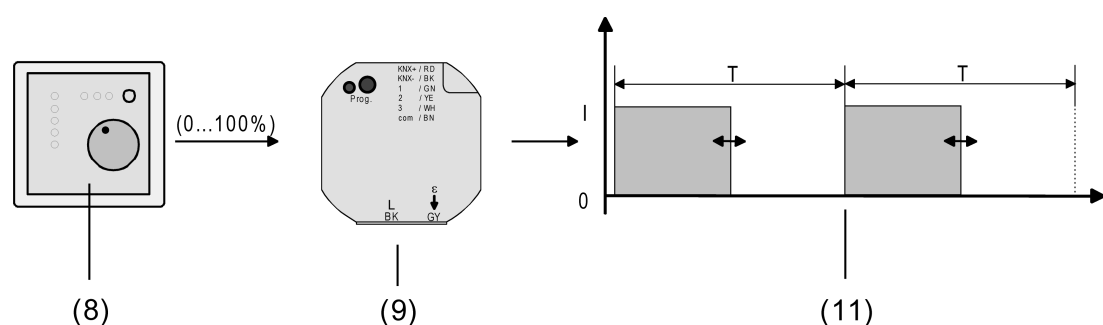

Figure 18: Principe de paramètre pour paramètre constant
- (8) Thermostat d'ambiance (ThA) (paramètre « 1 bit »)
- (9) Actionneur de chauffage
- (10) Signal de sortie commutant pour entraînements de valve
En mode normal, le télégramme de valeur reçu via l'objet 1 bit « Paramètre » est converti par l'appareil en un signal de commutation à modulation de largeur d'impulsion équivalent au niveau des sorties de valve (figure 18). La valeur moyenne du signal de sortie résultant de cette modulation (en tenant compte de la durée de cycle (T) réglable dans l'appareil) sert de mesure pour la position de valve moyenne de la valve réglable et constitue ainsi une référence pour la température ambiante réglée (voir « Modulation de largeur d'impulsion pour les paramètres constants et les positions de valve de consigne constantes »).